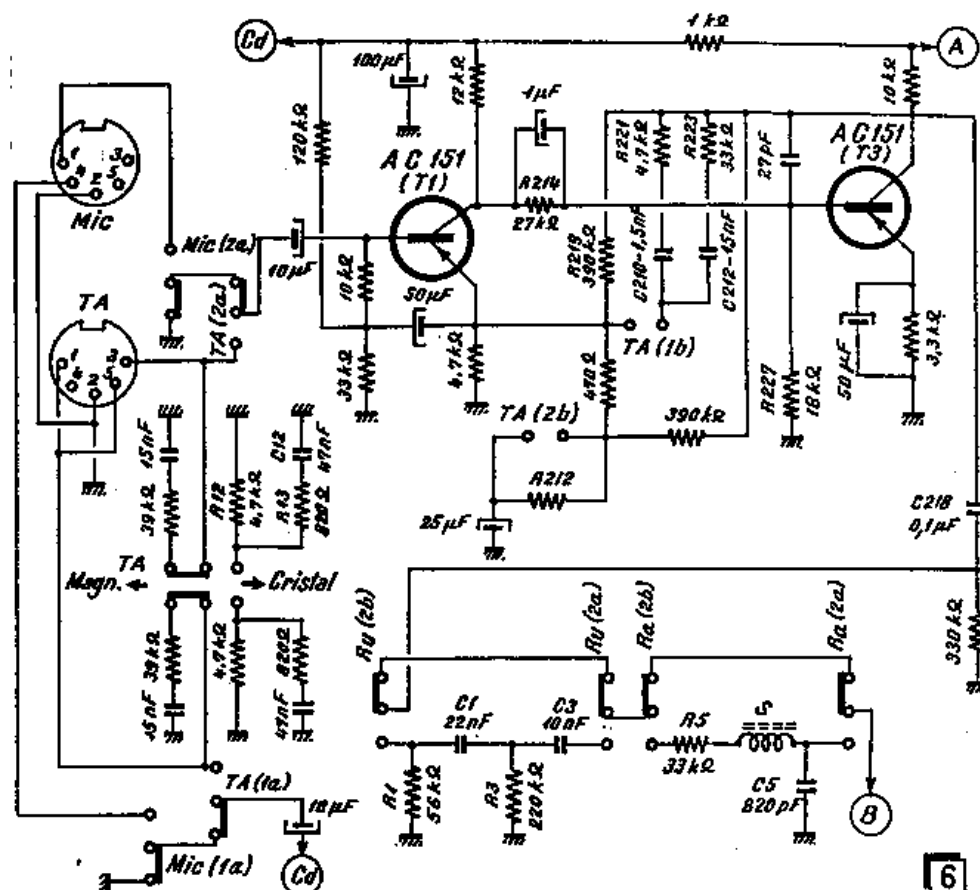

Fig. 6. — Les entrées micro et P.U. de l'amplificateur SV-50 se font sur un pré-amplificateur, dont la courbe de réponse varie en fonction de la source utilisée
Représenté par le schéma de la figure 6 (pour le canal gauche seulement), il est précédé de deux entrées : pour microphone (Mic) et pour P.U. (TA). À côté de la prise TA se trouve un contacteur à poussoir glissant, permettant d'adapter l'entrée soit à un P.U. magnétique, soit à un P.U. piézo (cristal).